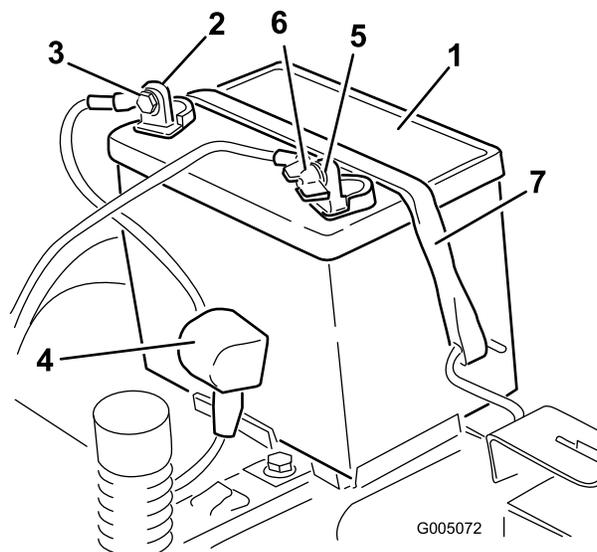

Figure 38
4. Débranchez le câble négatif (noir) de mise à la masse de la borne de la batterie (Figure 38). Mettez les fixations de côté.
5. Repoussez le capuchon en caoutchouc sur le câble positif (rouge). Débranchez le câble positif (rouge) de la borne de la batterie (Figure 38). Mettez les fixations de côté.
6. Enlevez la sangle de maintien de la batterie (Figure 38) et ôtez la batterie de son support.
1. Placez la batterie dans son support (Figure 38).
5. Fixez la batterie en place à l'aide de la sangle de maintien (Figure 38).